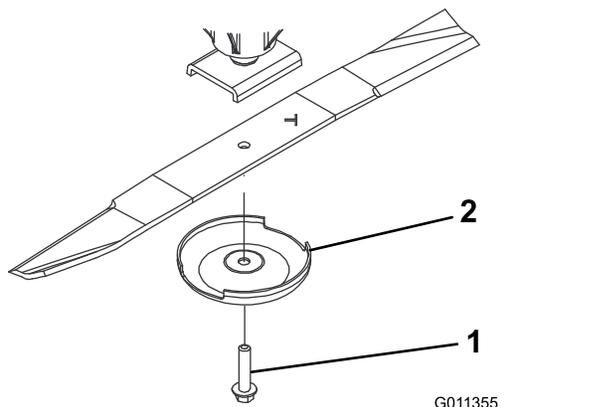

Figura 124
3. Retire o parafuso da lâmina, o recipiente antidanos e lâmina do eixo (Figura 124).